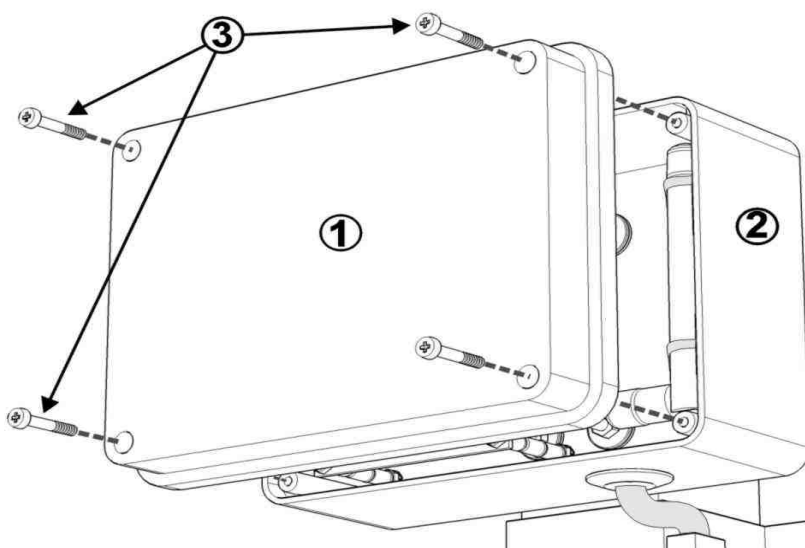
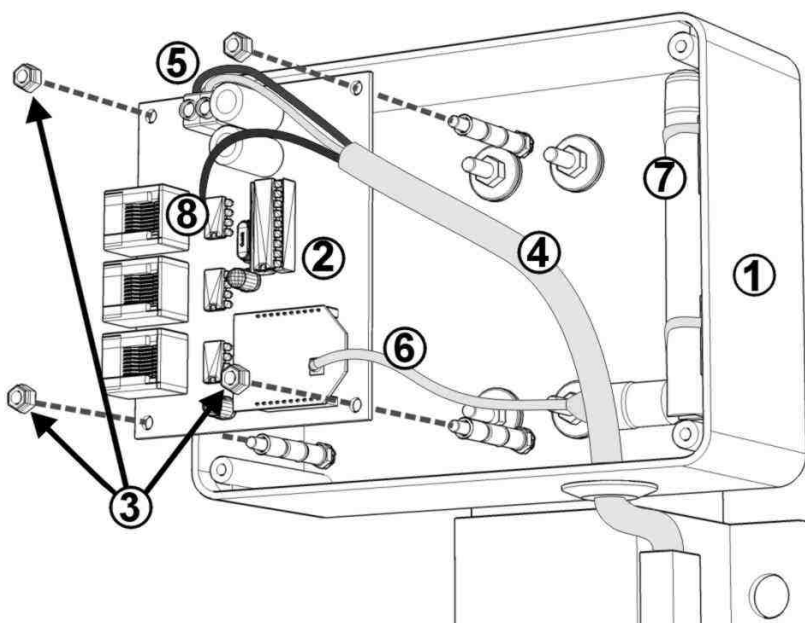

Fig. 4: Apertura del coperchio
Fig. 5: Scheda di controllo
3. Aprire il coperchio del Ricevitore Radio e controllare il LED rosso nel Ricevitore Radio (Fig. 4 e Fig. 5):
2. Rimuovere il coperchio del Ricevitore Radio svitando le 4 viti frontali di chiusura (Fig. 4).
3. Estrarre il cavetto dell'antenna dal connettore sul modulo radio e quindi, con un cacciavite a taglio, scollegare i 3 fili dai rispettivi morsetti, annotando la loro posizione (Fig. 5).
4. Togliere i dadi di fissaggio ed estrarre la scheda di controllo dal proprio alloggiamento (Fig. 5).